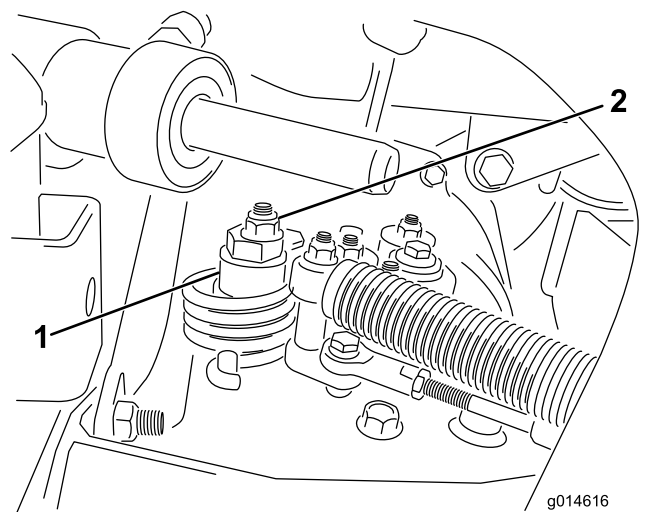

Рисунок 35
- A. Ослабьте контргайку крепления эксцентрика к верхней части гидростата (Рисунок 35).
C. Поворачивайте эксцентрик до тех пор, пока не прекратится медленное вращение колеса в любом направлении. Когда колесо перестанет вращаться, затяните гайку, которая фиксирует эксцентрик и регулировку (Рисунок 35). Проверьте регулировку при положениях дроссельной заслонки МЕДЛЕННО и БЫСТРО.